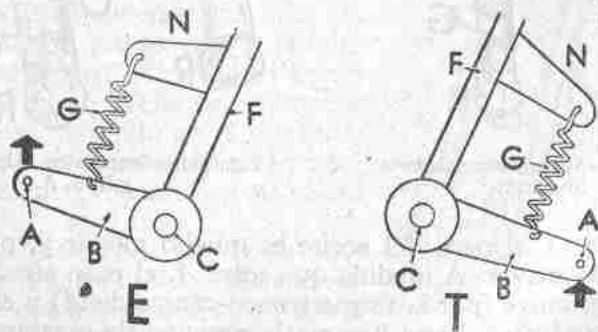

Fig. 311. — Suspensión oscilante. E, rueda empujada; T, rueda tirada.
En esquema (fig. 311) consiste en montar la rueda sobre un eje A al extremo de una biela B con eje de oscilación en C, al final de la horquilla F que trae el peso de la moto; entre B y un saliente N de la horquilla se inserta el resorte de suspensión G que trabaja a compresión. Si la biela o brazo oscilante B está hacia delante (E) la rueda resulta empujada, y si hacia atrás (T) es arrastrada o «tirada», por lo que ambos sistemas reciben estas denominaciones, como se expresa al pie de la figura.